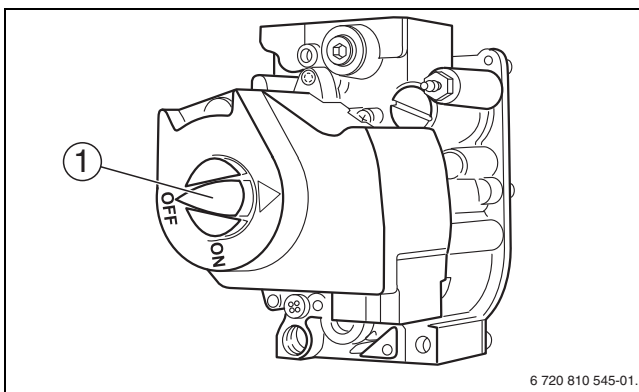

Fig. 3 Bloc gaz (position OFF)
- ▶ Tourner le bouton de mise en marche du bloc gaz (→ fig. 3 [1]) dans le sens horaire en position **OFF**. Ne pas forcer.
- ▶ Tourner le bouton de mise en marche du bloc gaz (→ fig. 3 [1], page 5) dans le sens horaire en position **OFF**. Ne pas forcer.